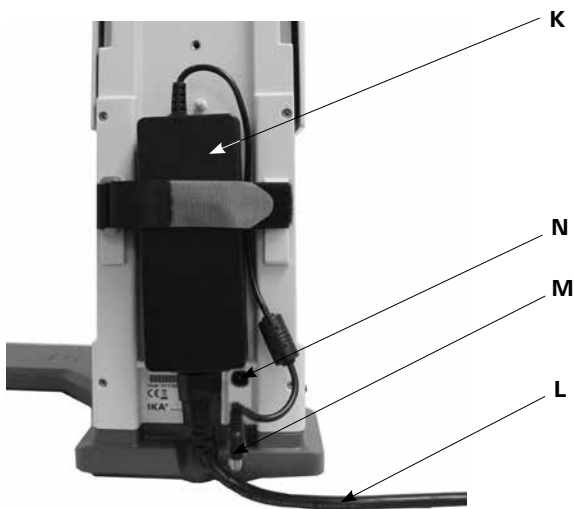

Fig. 9
### 3.) 安装电源适配器 (Fig. 9)
- 将电源适配器 (K) 置于仪器背部并以尼龙搭扣固定, 其中尼龙搭扣的魔术贴连接在电源适配器上。请注意, 尼龙搭扣的位置不得处于电源适配器与仪器背部相间的位置。
- 将低电压连接器 (M) 连接到连接接口 (N) 上。(Fig. 9)
- 将电源适配器的电源线插头 (L) 插入电源插座。